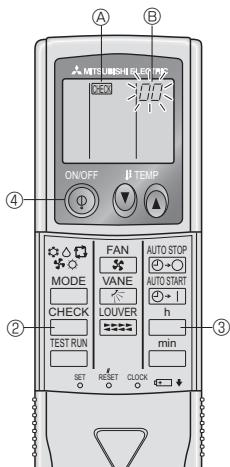

Fig. 7-4
7.3.2. Kablosuz uzaktan kumanda için (Fig. 7-4)